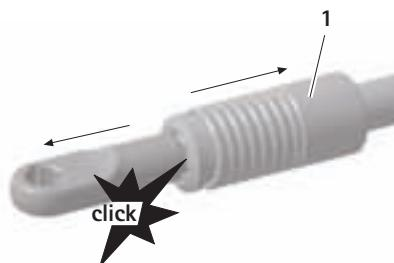

Fig. 4
- ▶ Saisir l'accouplement rapide 1 du raccord A ou du support universel UNITRAC J au niveau de la zone de préhension et tirer vers l'arrière, voir Fig. 4.